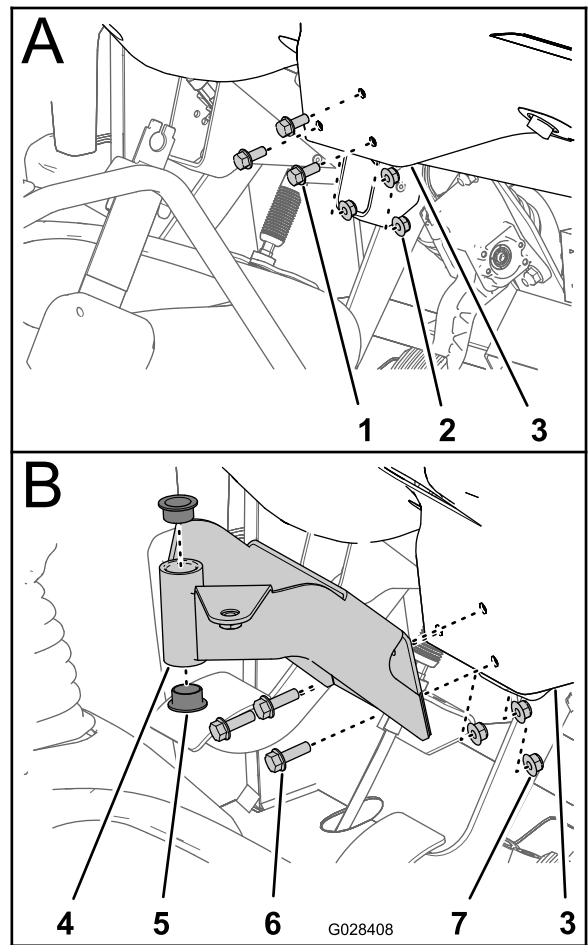

Figura 7
1. Retire os três parafusos e as três porcas que prendem a parte central inferior do painel de instrumentos ao suporte de apoio do painel (Figura 7).
2. Alinhe os furos no suporte de montagem da consola de controlo com os furos no tablier e suporte de apoio (Figura 7).
4. Aperte os parafusos e porcas com uma força de (Figura 7).
5. Insira os dois casquilhos plásticos no suporte de montagem (Figura 7).